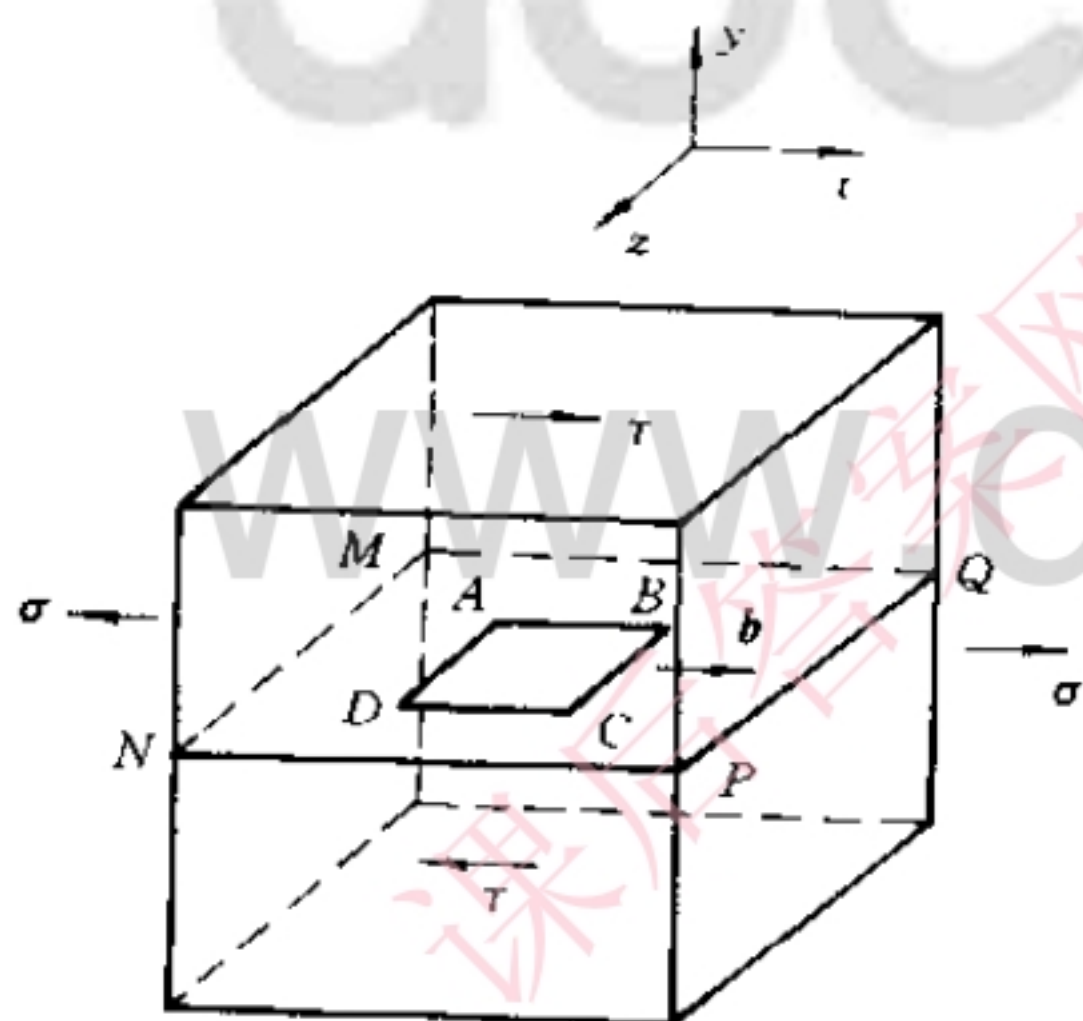
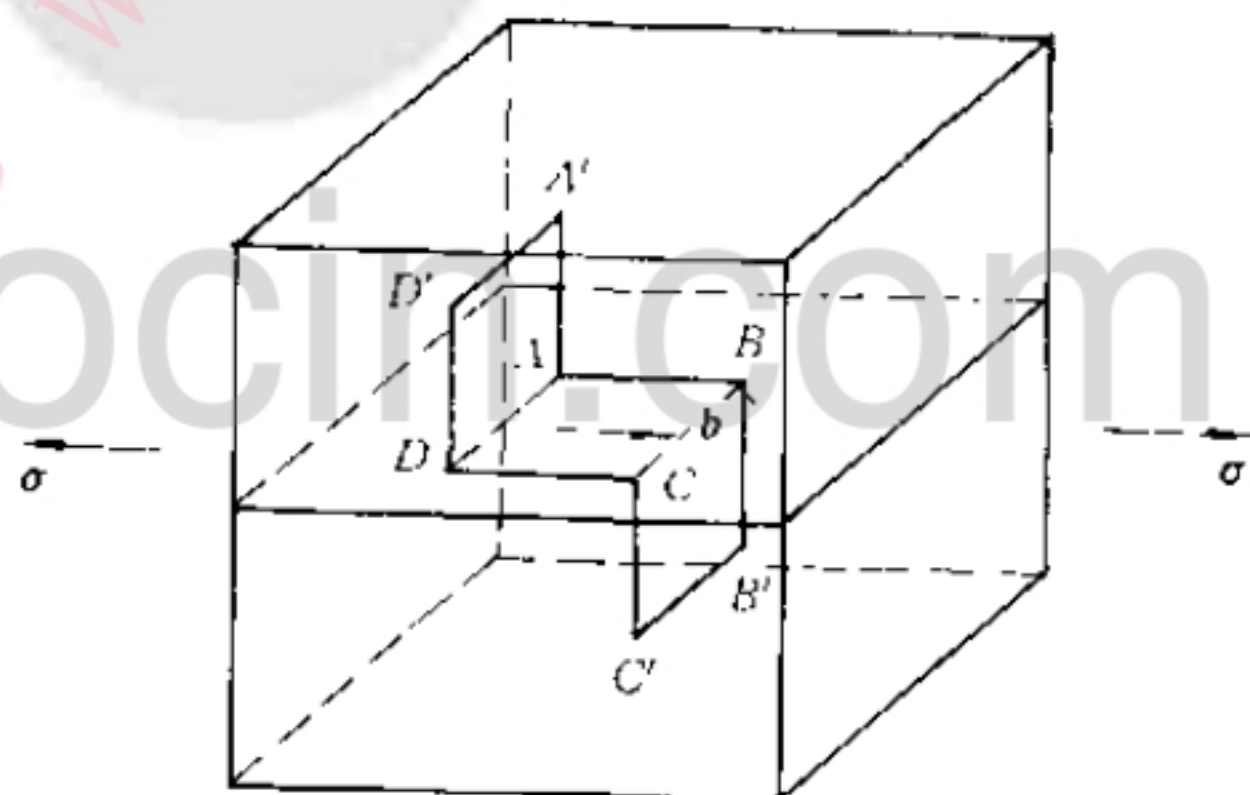

图 1-12 位错环  $\overline{ABCD}$  及其柏氏矢量  $b$
图 1-13 在正应力的作用下, 位错环  $\overline{ABCD}$  的运动
**例 1.2.31** 已知位错环  $ABCD$  的柏氏矢量为  $b$ , 外应力为  $\tau$  和  $\sigma$ , 如图 1-12 所示。求:
- (1) 位错环的各边分别是什么位错?
- (2) 设想在晶体中怎样才能得到这个位错?
- (3) 在足够大的切应力  $\tau$  作用下, 位错环将如何运动?
- (4) 在足够大的拉应力  $\sigma$  作用下, 位错环将如何运动?
**解** (1) 由位错线的方向与  $b$  之间的关系, 可以判断:  $\overline{AB}$  是右螺型位错,  $\overline{CD}$  是左螺型位错,  $\overline{BC}$  是正刃型位错,  $\overline{DA}$  是负刃型位错。
(2) 设想在完整晶体中有一个正四棱柱贯穿晶体的上、下表面, 它和滑移面  $MNPQ$  交于  $\overline{ABCD}$ 。现在让  $\overline{ABCD}$  上部的柱体相对于下部柱体滑移  $b$ , 柱体以外的晶体均不滑移。这样,  $\overline{ABCD}$  就是在滑移面上已滑移区(环内)和未滑移区(环外)的边界, 因而是一个位错环。
(3) 在  $\tau$  的作用下, 位错环上部分晶体将不断沿  $x$  轴方向(即  $b$  的方向)运动, 下部分晶体则反向(沿  $-x$  轴方向)运动。这种运动必然伴随着位错环的各边向环的外侧运动(即  $\overline{AB}$ ,  $\overline{BC}$ ,  $\overline{CD}$  和  $\overline{DA}$  四段位错分别沿  $-z$  轴、 $+x$  轴、 $+z$  轴和  $-x$  轴方向运动), 从而导致位错环扩大。
(4) 在拉应力作用下, 在滑移面上方的  $\overline{BC}$  位错的半原子面和在滑移面下方的  $\overline{DA}$  位错的半原子面将扩大, 即  $\overline{BC}$  位错将沿  $-y$  轴方向运动,  $\overline{DA}$  位错则沿  $y$  轴运动。而  $\overline{AB}$  和  $\overline{CD}$  两条螺型位错是不动的(因为螺型位错只能产生滑移运动, 而不会产生攀移), 故位错环将如图 1-13 所示。